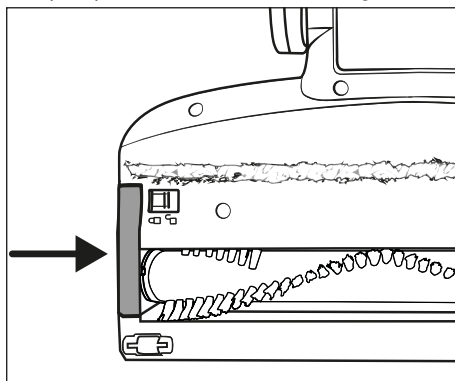

Fig. 27
- 6) Vuelva a montar el soporte del rodillo de cepillos ②0 en el cepillo para suelos ②2. Presiónelo hacia abajo hasta que encastre con un chasquido en el cepillo para suelos ②2 (consulte la fig. 27).